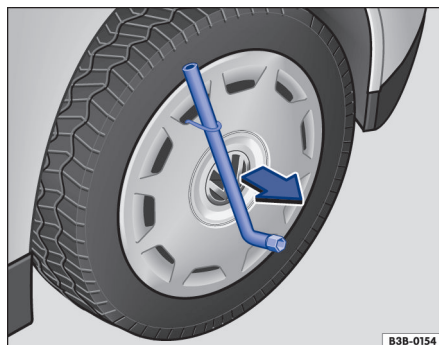

Fig. 230 Remover a calota integral.
- Insira a chave de roda pelo gancho de arame → Fig. 230 e puxe a calota no sentido da seta.